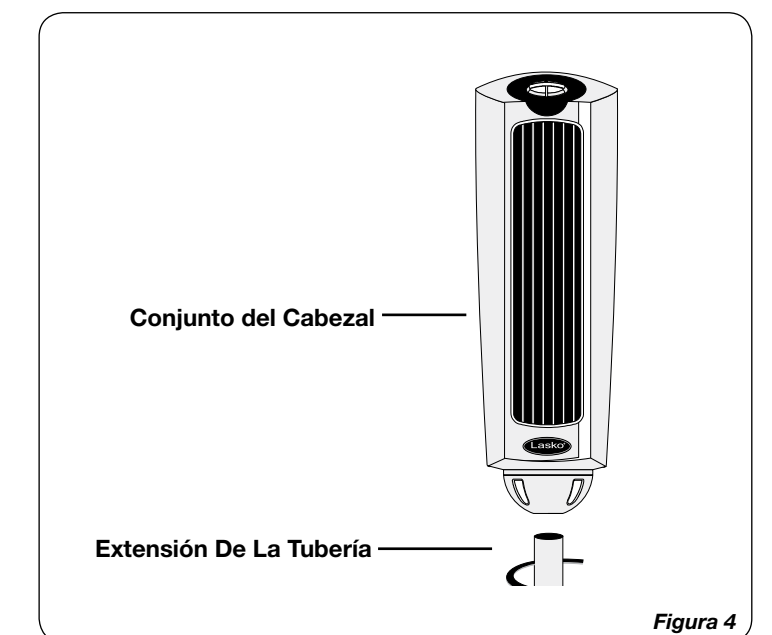

Figura 4
CONJUNTO DE LA CABEZA (Figura 4)
1. Coloque el Conjunto del Cabezal sobre el extremo del Extensión De La Tubería torciendo Conjunto del Cabezal abajo hasta que se siente en el Extensión De La Tubería. (*Figura 4*)